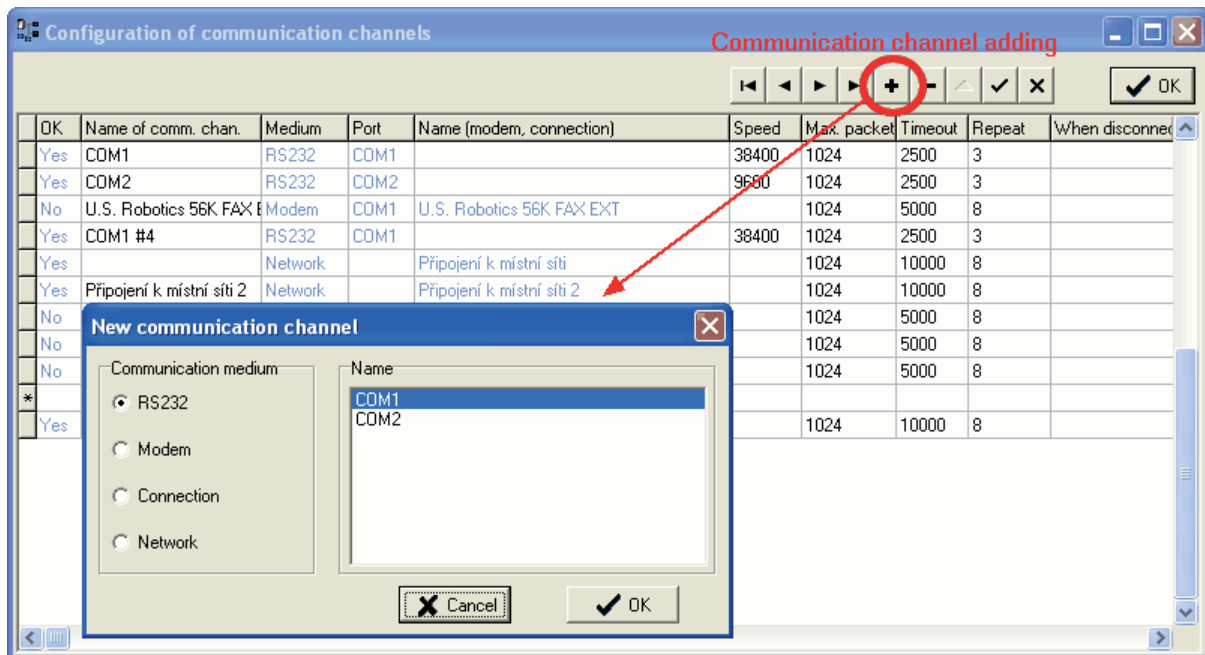

Abb. 26: Hinzufügen eines neuen Kommunikationskanals
- Kontrolle des Rechenalgorithmus und der Einstellung für die Gaszusammensetzung (siehe Abb. 26)
- Wenn ein neues Gerät hinzugefügt wird, kann in der Service-SW ein bereits definierter Kommunikationskanal ausgewählt werden, oder es kann mit der Schaltfläche + ein neuer Kommunikationskanal definiert werden, siehe Abb. 26.